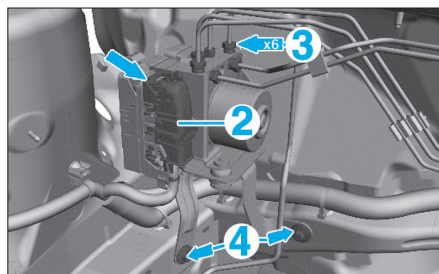

Fig. 22
- Débrancher le connecteur (2) du groupe hydraulique (Fig.22).
- Dévisser les six raccords des canalisations (3) sur le groupe hydraulique.
- Déposer les vis de fixation (4) du support du groupe hydraulique.